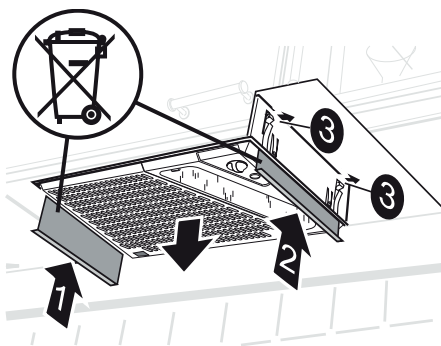

Fig. 5
Trykk demonteringsplatene (1 og 2) opp mellom avtrekksketten og opphengsrammen, slik at fjærene (3) frigjøres. Trekk viften ned fra opphengsrammen. Se Fig. 5.